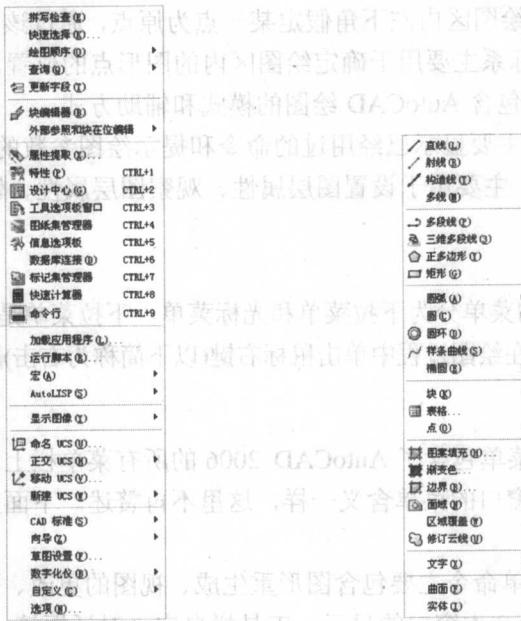

图 1-1-6
(5) 绘图: 绘图菜单命令主要包含 AutoCAD 所有的绘图命令, 如线性工具、多边形工具、曲线工具等, 效果如图 1-1-6 所示。